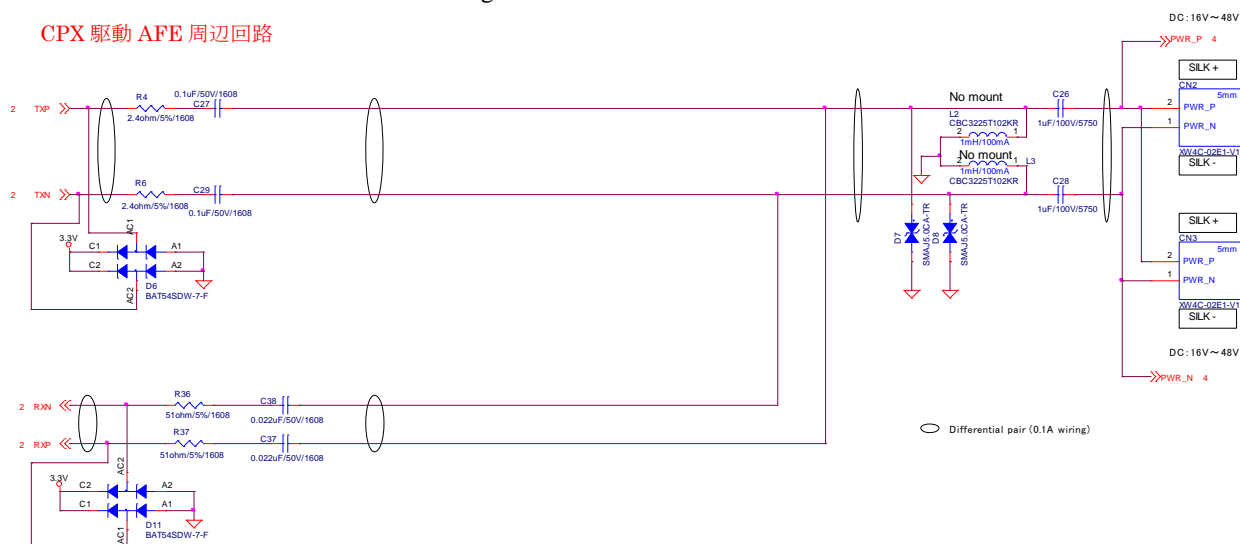

Figure 3-1 CPX 駆動の AFE 周辺回路の接続例
- CPX 駆動の AFE 回路の接続例を Figure 3-1 に示します。